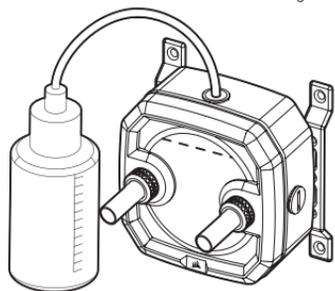

Figura 2
2. Riempire il serbatoio attraverso l'apertura G1/4 in alto a sinistra con liquido refrigerante CORSAIR XL5 usando una fiaschetta di riempimento fino a circa 0.5cm (1/5") sotto la parte superiore (Figura 2).